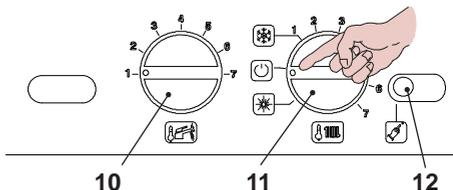

Fig. 7.20
- Per uscire dalla programmazione posizionare il selettore di funzione 11 come indicato in Fig. 7.20.